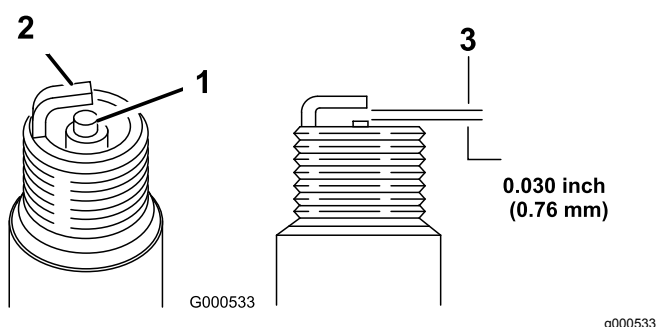

Figure 34
5. Réglez l'écartement des électrodes à 0,76 mm ; voir Figure 34.